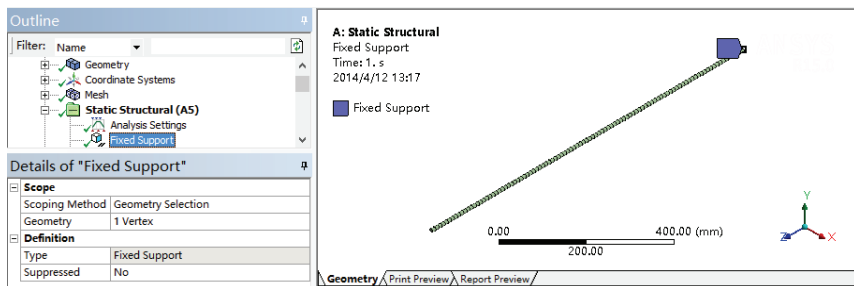

图 9-8 设置固定约束
3) 选中 Fixed Support，选择一个顶点 (Z 坐标为 0 的顶点)，单击 Details of “Fixed Support” 细节窗口 Geometry 选项下的 Apply 按钮，即可在选中边缘上施加位置约束，如图 9-8 所示。